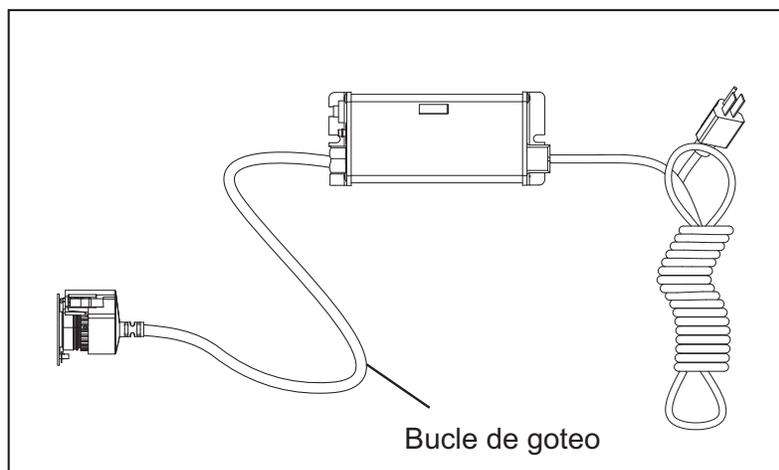

Figura 6 Bucle de goteo
- El controlador se debe montar encima o al lado de la cámara UV. Siempre monte el controlador horizontalmente para evitar que la humedad se filtre por la canalización de los cables y provoque un peligro de incendio. Es muy recomendable usar bucles de goteo en los cables conectados al controlador. Consulte Figura 6.
- Monte el controlador VIQUA ICE de forma horizontal a la pared, cerca de la cámara UV. Lo ideal sería colocar el controlador sobre la cámara y lejos de cualquier punto de conexión de agua para evitar que se vierta agua en el controlador por medio de fugas en un punto de conexión o un sistema de "transpiración". Asegúrese de permitir un "bucle de goteo", como se muestra en Figura 6, en la lámpara UV, el sensor UV y el cable para evitar, de nuevo, que entre agua en el controlador.